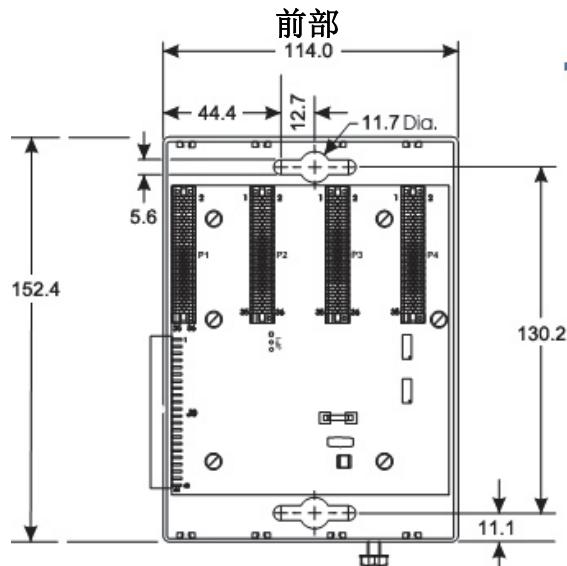

图3. ControlWave Micro 4 槽扩展壳体尺寸（以毫米为单位）
- 扩展壳体。**将扩展壳体放置在基本壳体的右侧，使用扩展壳体作为模板定位安装孔（尺寸请参见图3）。